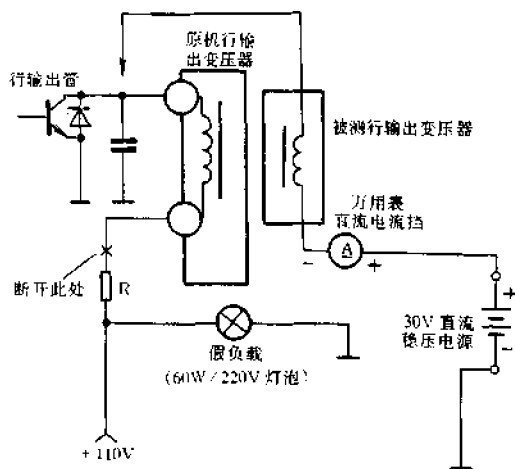

图 4-363 检测新行输出变压器的方法
(3) 一旦测出行输出变压器的电流值偏大时,最好将行、场偏转线圈断开后再复测一次,如果其电流仍偏大,则可判定行输出变压器损坏。否则,说明偏转线圈存在问题。
(4) 采用上述方法也可检测新行输出变压器的好坏。接线方法如图 4-363 所示,将被测行输出变压器的初级接入测试电路,其余绕组悬空。操作步骤不变。但应注意,这时所测的电流为行输出变压器的空载电流,一般应小于 85mA。否则,说明新件有短路性故障。另外,在测试过程中,应用绝缘塑料袋将高压帽包住,以防人体触及高压钩遭到电击。